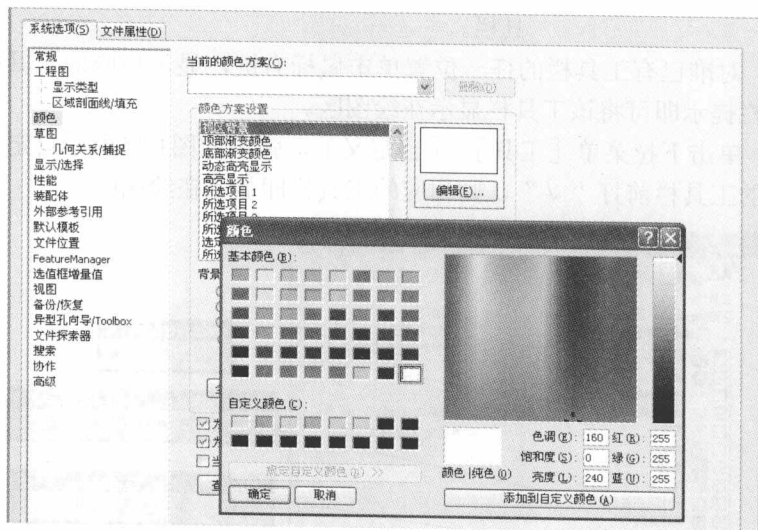

图 1-12 颜色设定对话框
b. 单击对话框中的【颜色】,出现如图1-12所示右侧对话框,选中右侧对话框中的“视区背景”,再单击右侧的按钮【编辑(E)】,则弹出颜色设定对话框。选中需要的背景色(本处选择白色),单击对话框中的【确定】,再单击系统选项对话框中的【确定】,绘图背景即变成相应的颜色。
关于系统参数的设定，还有很多内容，读者可针对图1-12界面逐一进行设定并比较设定这些参数前后的区别。